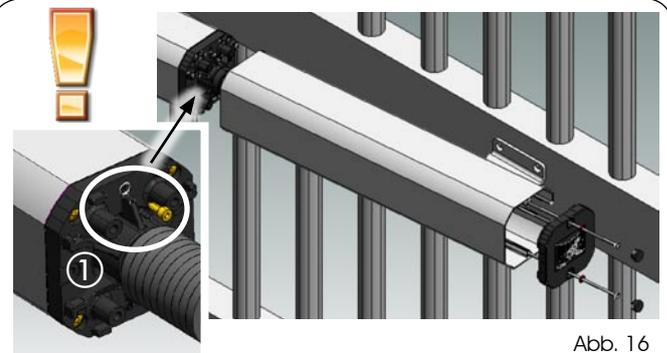

Abb. 16
16. Die Entlüftungsschraube (Abb. 16, Bez. a) entfernen und dabei besonders darauf achten, dass der O-Ring in seinem Sitz bleibt.
17. Die Metallschutzabdeckung montieren (siehe Abb. 16) und die beiden Zugelemente einsetzen und festziehen